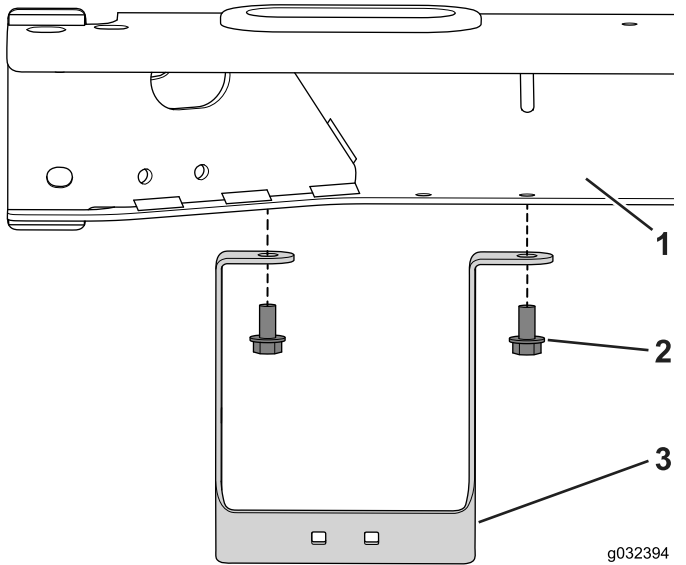

Bild 27
1. Befestigen Sie die Schlauchhalterung mit den zwei Schrauben (5/16" x 5/8") am Rahmen (Bild 27).